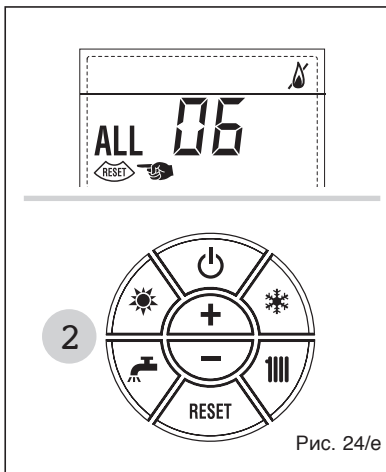

Рис. 24/е
**– НЕПОЛАДКА ПРЕДОХРАНИТЕЛЬНОГО/ОГРАНИЧИТЕЛЬНОГО ТЕРМОСТАТА, “ТРЕВ. 07” (рис. 24/ф)**